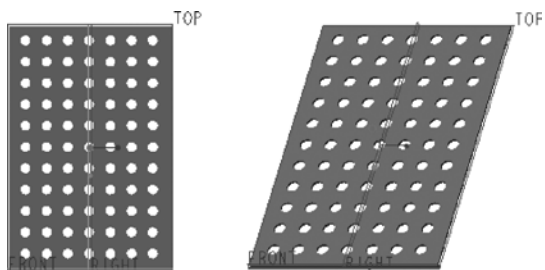

图 5-19 阵列结果
(6) 单击“阵列”选项卡中的（完成）按钮，阵列结果如图 5-19 所示。